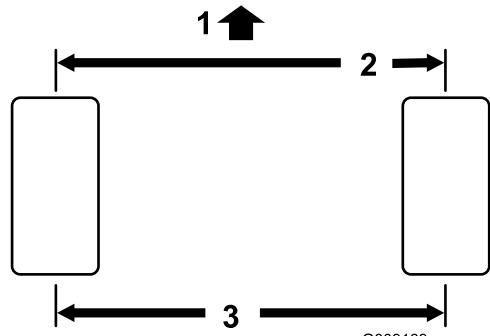

図 55
2. 後輪の前と後ろで、左右のタイヤの中央線距離を測る（アクスルの高さ位置で計測）（図55）。前後の計測値の差が 0 ± 3 mm の範囲内であれば適切である。タイヤを90度回し、同じように計測して再確認する。